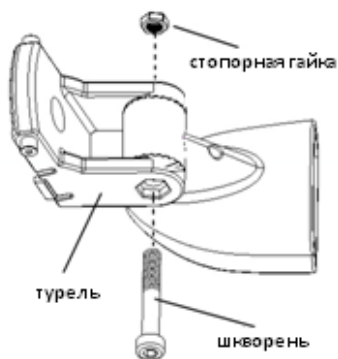

Рис.3
- 2) В гнездо с наружной стороны проушины турели вложить стопорную гайку, с противоположной стороны завести шкворень и руками его подтянуть (рис.3).